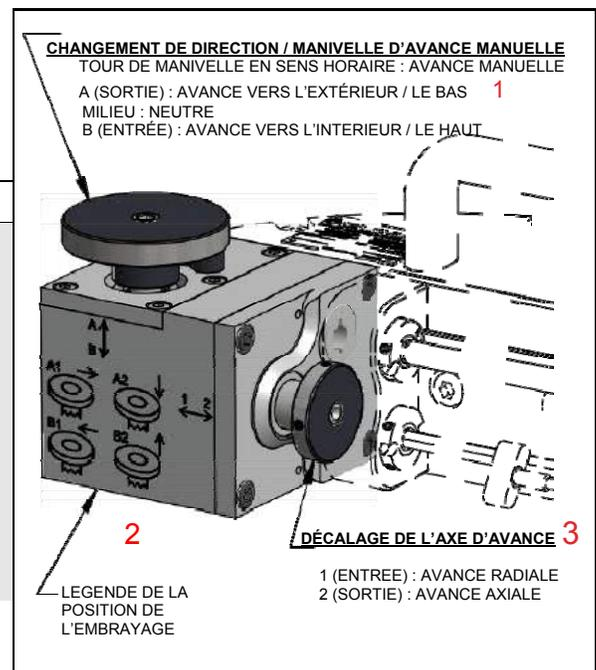

FIGURE 3-33. COMMANDES D'AVANCE (FF1200 ILLUSTRÉE)
- Régler le bouton de réglage de l'axe d'avance sur la position 1 (radiale) (Figure 3-33).